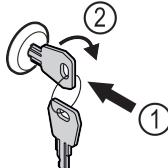

Fig. 161
- Вдавити ключ. Fig. 161 (1)
- Повернути ключ на 90° за годинниковою стрілкою. Fig. 161 (2)